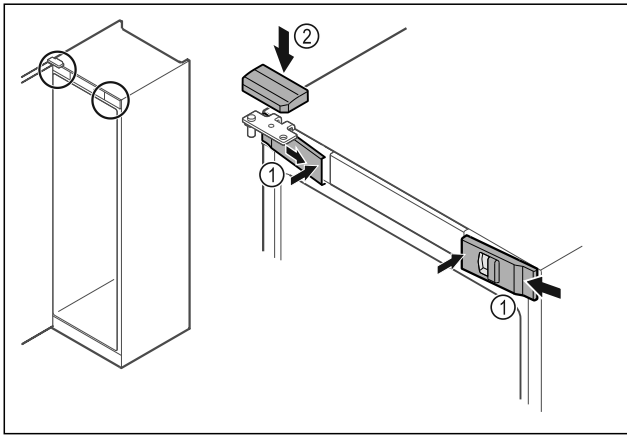

Fig. 45
- ▶ Voorste afdekkingen Fig. 45 (1) zijdelings aanbrengen en van binnen vastklikken.
- ▶ Bovenste afdekking Fig. 45 (2) van boven vastklikken.